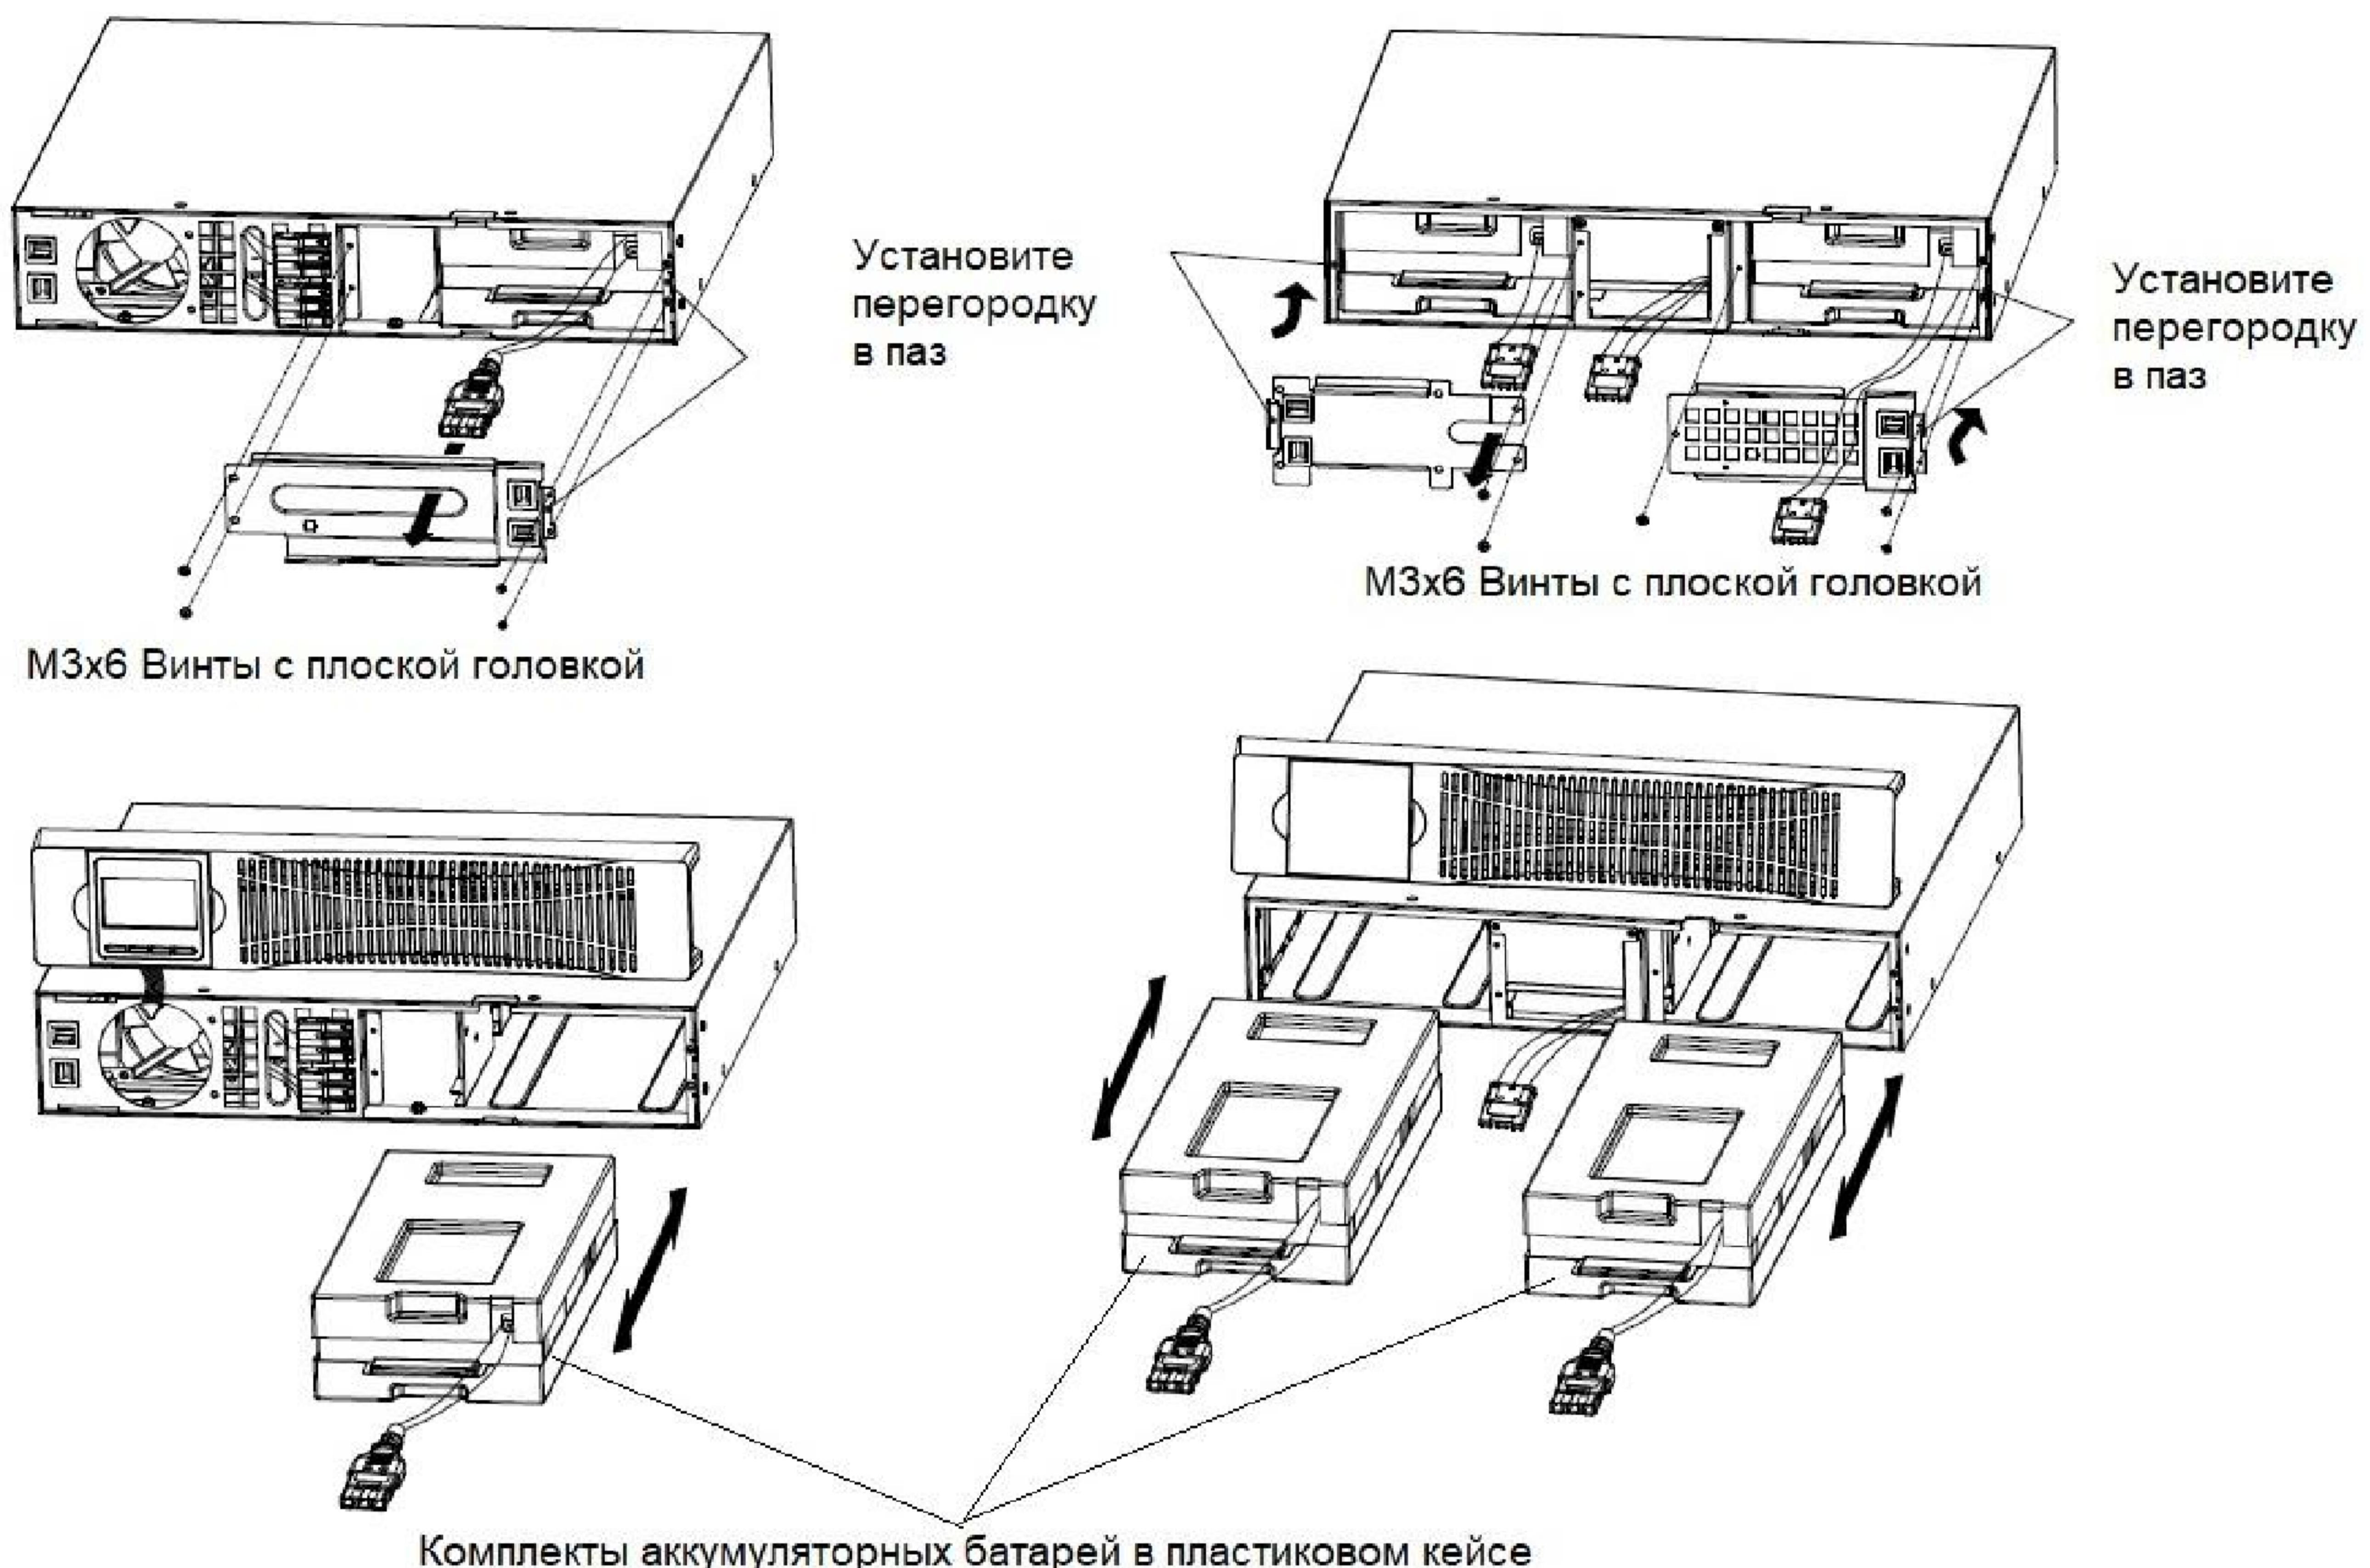

Рис.21 — Замена аккумуляторных батарей в ИБП и дополнительном блоке батарей
- Отсоедините кабели, соединяющие отсек аккумуляторных батарей ИБП (один комплект батарей) или дополнительного блока батарей (два комплекта батарей). Открутите винты на перегородке отсека аккумуляторных батарей (см. Рис.21), затем извлеките левую или правую перегородки;